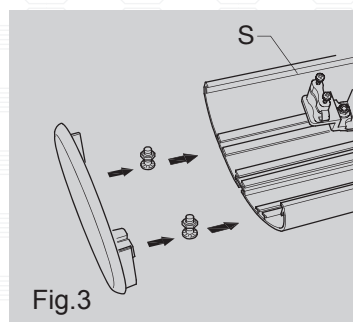

Fig.3
- Chiudere il modulo alle due estremità con le due testate terminali (non in dotazione) applicate in battuta e fissate con viti e dadi (in dotazione con l'accessorio) come indicato (fig. 3).
- **Testata** : applicare in battuta la testata serrandola saldamente con le viti, inserire precedentemente negli appositi canalini, e i dadi in dotazione (fig. 3).
- **Giunto Lineare e Angolare** : Permette di realizzare una giunzione in linea o "a L" (90°) tra due moduli. Applicare il giunto in battuta sull'apparecchio serrando saldamente con le viti, inserire precedentemente negli appositi canalini, e i dadi in dotazione, procedendo in maniera analoga al montaggio della testata (fig. 3). Inserire il giunto in battuta sull'apparecchio da unire e serrare viti e dadi, facendo particolare attenzione ad unirli bene.
- Close both ends of the module with the two end heads (not supplied) applied in direct contact and fixed with screws and nuts (supplied with the accessory) as indicated (fig. 3).
- **Terminal Head** : apply the terminal head and tighten it with screws, previously entered in the appropriate grooves, and nuts provided (Fig. 3).
- **Straight joint/Corner Joint** : used to make a straight joint or "L" (90°) joint between two modules. Apply the joint firmly on the fixture by tightening the screws, previously entered in the appropriate grooves, and the nuts supplied, proceeding in a manner similar to the assembly of the terminal head (fig. 3). Insert the joint on the device to join and tighten screws and nuts, taking special care to fix it well.